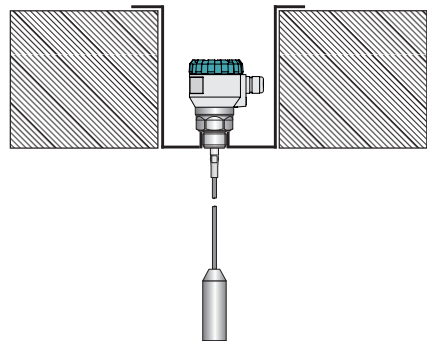

Abb. 9: Installation des Füllstandmessers im Deckeneinlass eines Betonsilos
- Wenn die Deckenstärke größer ist als der Durchmesser der Öffnung, muss das Produkt im Einlass installiert werden, siehe Abb. 9.